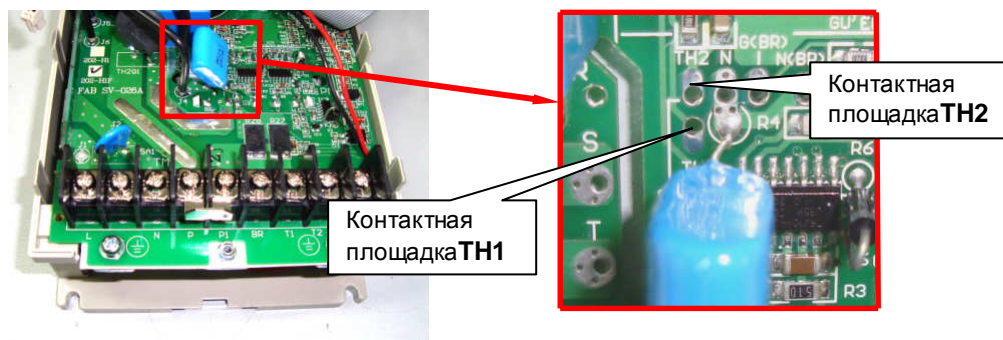

Рис.4.10. Проверка термистора матрицы.
4.7.11. Проверить исправность термистора матрицы. Установить мультиметр в режим измерения сопротивления на пределе 200 кОм. Измерить сопротивление цепи на плате драйверов между контактами площадками, обозначенными TH1 и TH2, как показано на рис. 4.10. Сопротивление должно быть в пределах от 20 до 25 кОм.